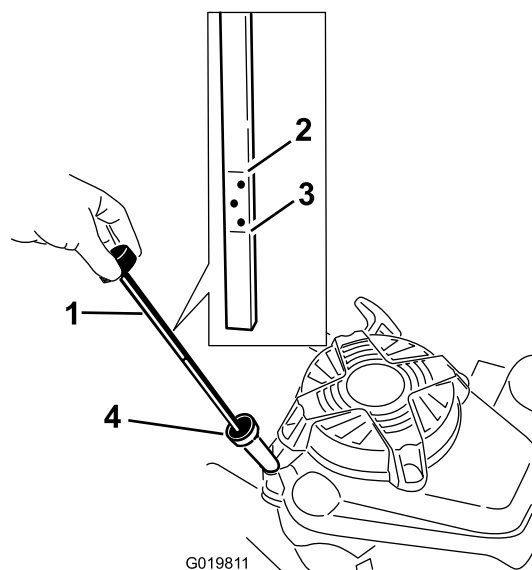

Рисунок 7
3. В случае отсутствия масла в картере двигателя залейте в него масло через маслозаливную горловину примерно на 3/4 объема картера. (Рисунок 7).
6. Определите уровень масла по отметкам на щупе (Рисунок 7).